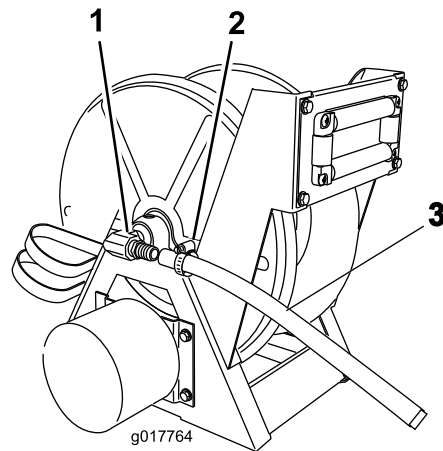

Figura 11
- Instale el extremo de la manguera sobre la espiga en ángulo recto del lado del conjunto del carrete más próximo al depósito (Figura 11).